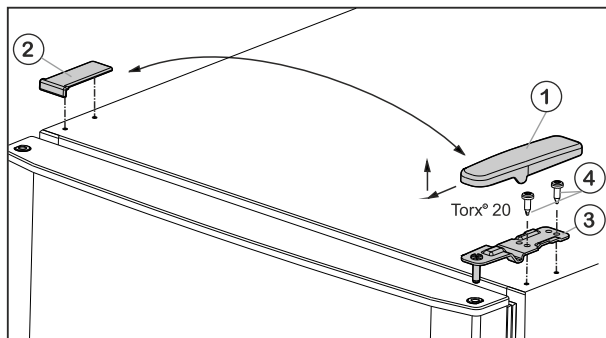
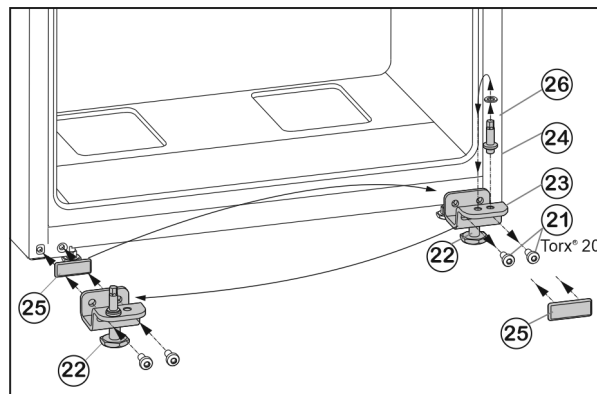

Fig. 5
Fig. 7
- Retire hacia delante y hacia arriba la cubierta Fig. 5 (1).
- Desmonte la cubierta Fig. 5 (2).
- Desatornille el soporte de cojinete superior Fig. 5 (3) (2 x Torx® 20) Fig. 5 (4) y extráigalo hacia arriba.
- Desatornillar Fig. 7 (21) los tornillos de sujeción.
- Retirar soporte de rodamiento inferior Fig. 7 (23) por completo con pivote roscado Fig. 7 (24), arandela Fig. 7 (26) y pie de ajuste Fig. 7 (22).
- Desenroscar el pivote roscado Fig. 7 (24) por completo con la arandela Fig. 7 (26), colóquelo en el orificio de sujeción más adelante del soporte de rodamiento y vuélvalo a enroscar.
- Retirar con cuidado la placa de recubrimiento Fig. 7 (25) y colocarla en el lado opuesto.
- Atornillar soporte de rodamiento inferior Fig. 7 (23) por completo con pivote roscado Fig. 7 (24), arandela Fig. 7 (26) y pie de ajuste Fig. 7 (22) en el nuevo lado de las bisagras con ayuda de destornillador eléctrico (con 4 Nm).
- Colocar la puerta inferior desde arriba sobre los pernos de apoyo Fig. 7 (24).
- Colocar el apoyo central (13) girado 180° en la puerta inferior y atornillar firmemente con tornillos de sujeción (11) (2 Torx® 20) en el nuevo lado de las bisagras (con 4 Nm).
- Volver a colocar (10) el disco de plástico.
- Colocar la puerta superior sobre el apoyo central (13).
- Inserte el soporte de cojinete superior Fig. 5 (3) en el nuevo lado de la bisagra y en la puerta.
- Enroscar el soporte de rodamiento superior (con 4 Nm) (2 veces para Torx® 20) Fig. 5 (4). Por último, no utilice ningún destornillador eléctrico.
- Colocar y encajar la cubierta Fig. 5 (1) desde el exterior en el lado opuesto.
- Colocar y encajar la cubierta Fig. 5 (2) también desde arriba en el lado opuesto.
- Desatornillar el pie de ajuste Fig. 7 (22) en el apoyo inferior Fig. 7 (23) hasta que se apoye sobre el suelo.